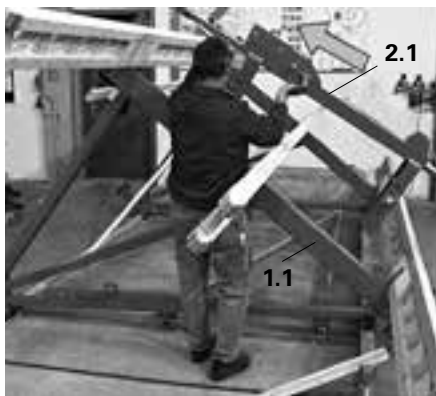

Fig. A1.19
6. Posizionare il carrello (2.1) sulla mensola (1.1). (Fig. A1.19)